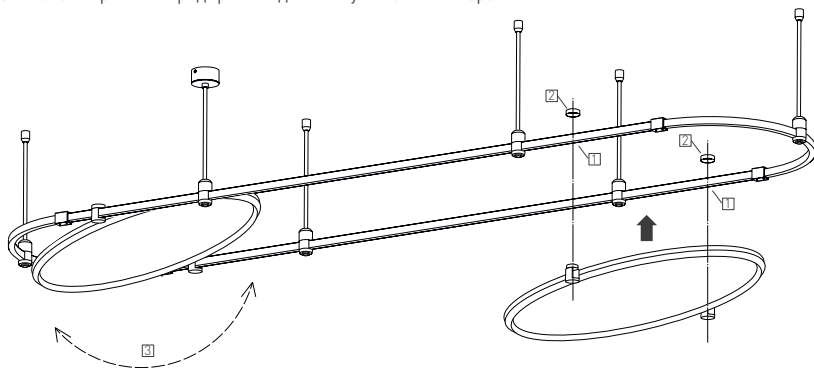

Рис. 2. Установка светильника
2. Устройство крепления выполнено в виде закручивающегося фиксатора с правой резьбой, который закручивается в верхнюю часть корпуса светильника. Открутите верхнюю часть фиксатора у светильника, тем самым освободив установочное пространство. Установите светильник в необходимом месте шинопровода [1] и зафиксируйте его, закрутив верхнюю часть фиксатора светильника [2], как показано на рис. 2.